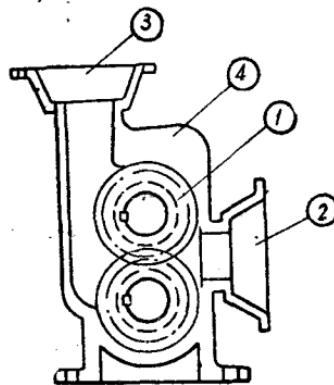

图 9 齿轮泵
1. 湿磨空心轴的润滑油是从储油箱吸入齿轮泵，通过冷却器输送到湿磨中空轴，使轴互得到润滑，然后再回到油箱内。上述设备构成润滑系统。齿轮泵的构造很简单（见图9）就是靠两个齿轮相对运动，使齿隙内所带之油经牙轮咬